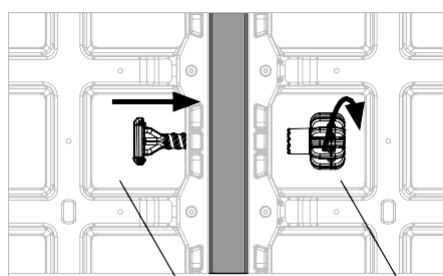

Fig. A3.06d
4. От другата страна завийте ръкохватката DW 15 DUO (22.2) с ръка. (Fig. A3.06d).